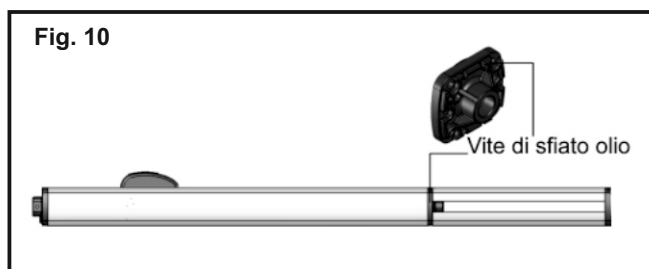

Fig. 10
D) Sbloccare l'attuatore oleodinamico (fig. 10)
F) Ribloccare l'attuatore (fig. 10)
- **rimuovere la vite di sfiato (fig. 10).**